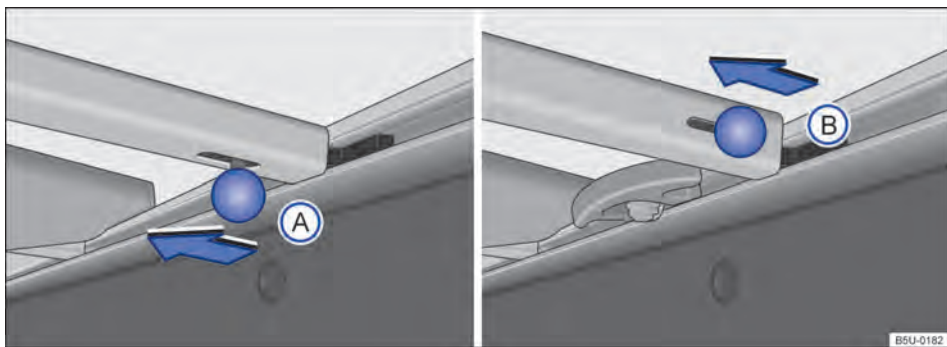
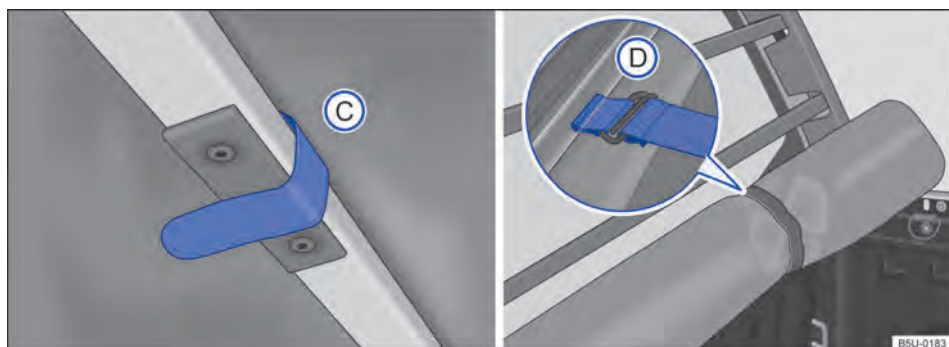

Fig. 50 Travesaños en el compartimento de carga: **(A)** vehículos con soportes de amarre fijos, **(B)** vehículos con soportes de amarre deslizantes.
Fig. 51 En el compartimento de carga: tira de fijación y capota marítima correctamente recogida.
- Para la remoción del tipo (A) o (B), desplazar el perno de bloqueo en el sentido de la flecha → fig. 50. Para remover el travesaño que está cerca de la luneta, se necesita soltar las tiras de fijación de la capota → fig. 51 (C).
- Después de recoger totalmente la capota, sujétela con las cintas de fijación (D).
- Para desmontar el travesaño que está cerca de la luneta, es necesario soltar las tiras de fijación de la capota → fig. 51 ⓘ, y hacer el mismo procedimiento anterior para desmontar el travesaño (cuando exista más de un travesaño).
- Después de recoger totalmente la capota, sujétela con las cintas de fijación → fig. 51 ⓘ.